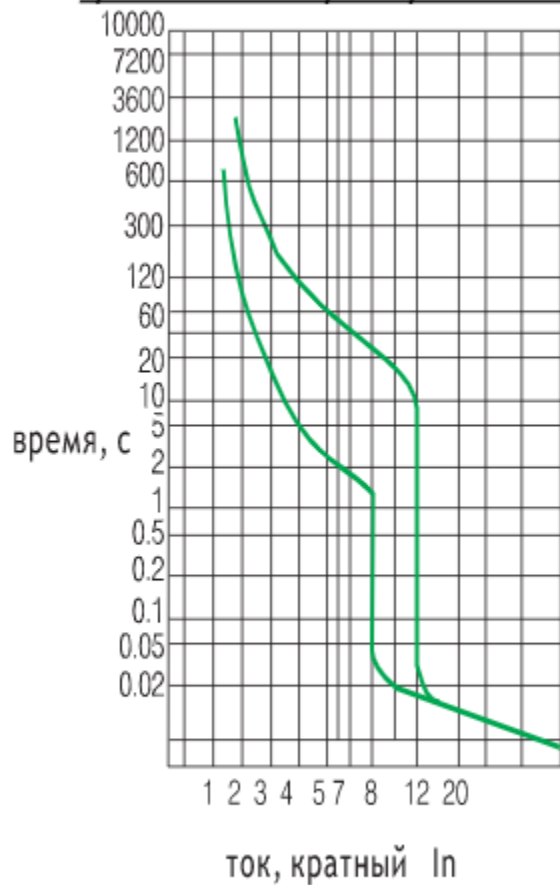

Рис. 1
4.2. Время - токовые характеристики выключателей с расцепителями тока перегрузки приведены на рис.1